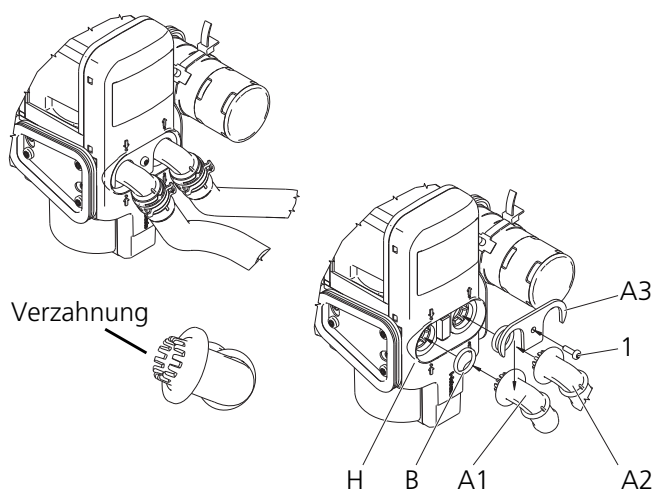

Abb. 903 Montage Wasserstutzenvariante A mit Verzahnung
1. Neue O-Ringe (B, Abb. 903) mit Kühlmittel benetzen und in den Wärmeübertrager (H) einlegen.
2. Wasserstutzen (A1) und (A2) mit der Halteplatte (A3) in den Wärmeübertrager (H, Abb. 903) einsetzen.
4. Schraube (1) in die Bohrung führen und mit 4,5 Nm verschrauben. Während der Verschraubung müssen Stutzen und Halteplatte niedergehalten werden.